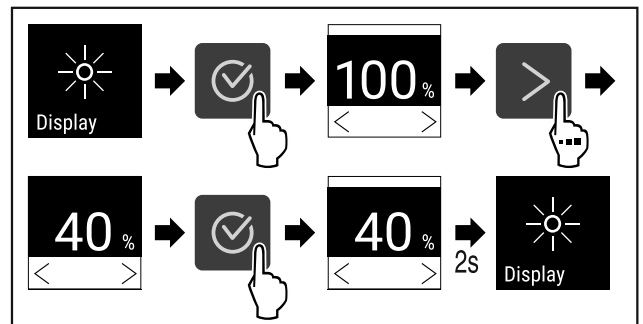

Fig. 77
- ▶ Провести етапи операцій (див. Fig. 77).